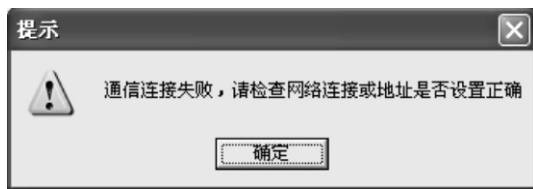

图6 连接失败的提示框
- 2)、单击“建立连接”按钮，进行以太网连接建立，如果连接成功，该对话框会自动关闭，否则弹出告警提示，如图6所示。